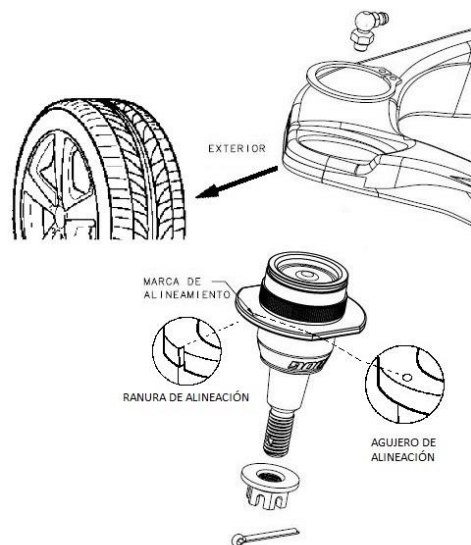

FIGURA 1
- 8 Coloque la nueva junta de rótula en la horquilla superior con la marca del orificio perforado/ranura para alineamiento orientada hacia afuera hacia la rueda (VER FIGURA 1).